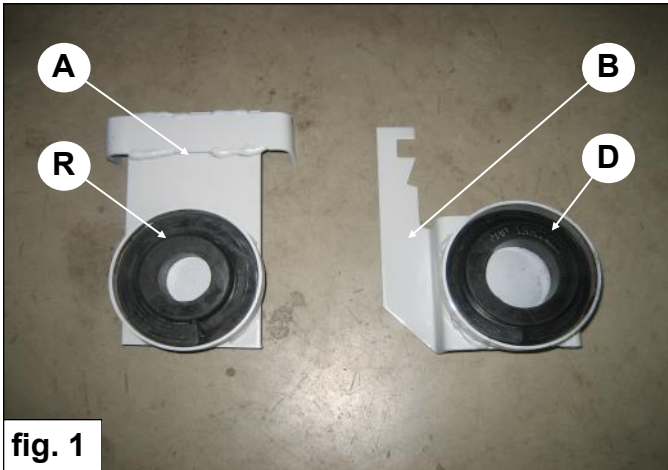

fig. 1
2. Drücken Sie Gummi **D** mit dem großem Durchmesser auf unterste Bügel **B**. Siehe Bild 1.
3. Drücken Sie Gummi **R** mit dem kleinste Durchmesser auf der oberen Bügel **A**, Siehe Bild 1.